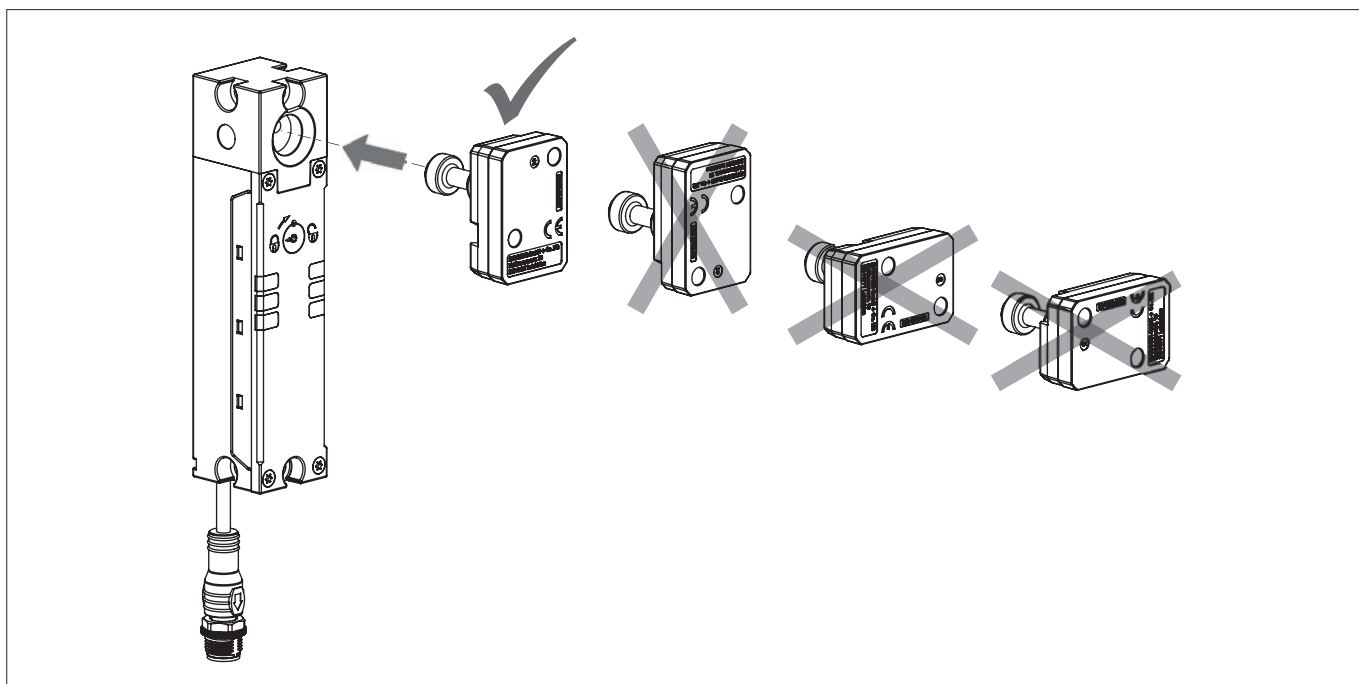

Fig. 2: Orientación del actuador
- › El actuador y el interruptor de seguridad deben instalarse de modo que, con el resguardo cerrado, el actuador quede completamente insertado en perpendicular en el interruptor (véase Fig. 2). La función de bloqueo no está garantizada si el montaje es inadecuado.